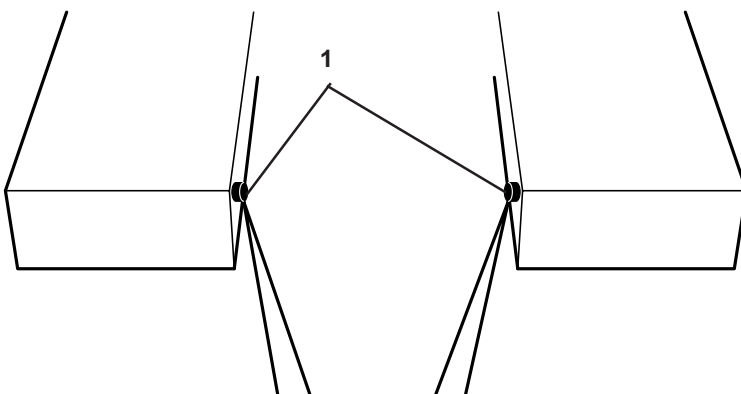

Fig. 5a
- Montare il fermo traversa (1) sulla pedana:
- effettuare i due fori filettati M6 seguendo lo schema di foratura (fig. 5a).
- Install the beam stop (1) on the platform:
- drill two threaded holes M6 according to the drilling diagram (fig. 5a).
- Die Halterung des Querträgers (1) am Trittbrett montieren:
- die beiden Gewindebohrungen M6 nach dem Bohrschema (Abb. 5a) ausführen.
- Monter le cran traverse (1) sur le chemin de roulement :
- effectuer les deux trous filetés M6 en suivant le schéma de perçage (fig. 5a).
- Montar el tope del travesaño (1) en la plataforma:
- realizar los dos orificios roscados M6 siguiendo el esquema de perforación (fig. 5a).